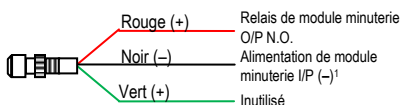

Figure 8
- b. Pour LED d'état (et LED du bouton poussoir) normalement allumé en mode d'attente, avec LED d'état changeant de couleurs lorsque le bouton est enfoncé, puis retourner en mode d'attente lorsque le retard de la minuterie se termine (voir la Fig. 8):